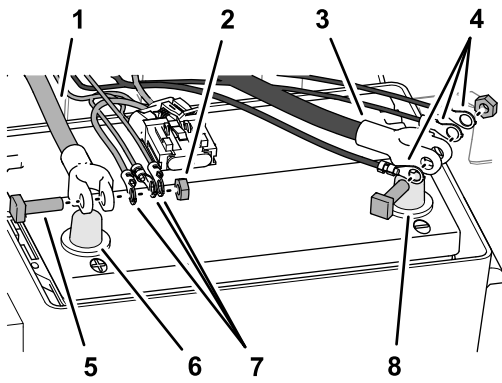

図 156
- バッテリーケーブルの両端子に固定されているTボルトと六角ナットを外す 図 156。